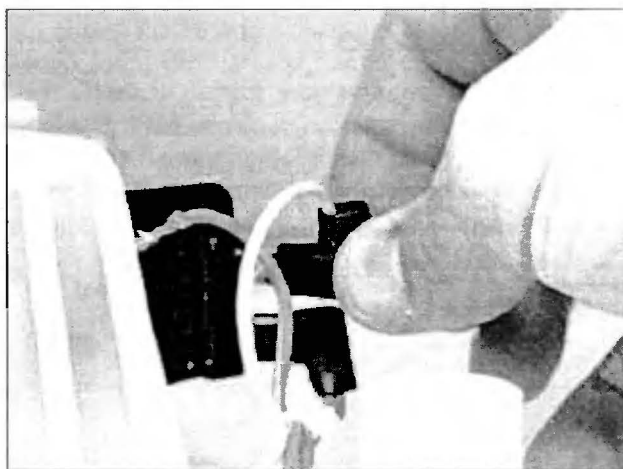

Рис. 8.15
- Снимают верхнюю клемму (рис. 8.15).